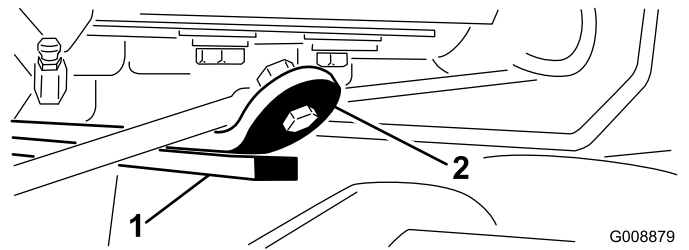

图28
3. 如图28所示，启动发动机，升起提升臂，检查并确保后滚刀组耐磨棒顶部的耐磨带与缓冲带之间的间隙介于 0.51~2.54mm 之间。